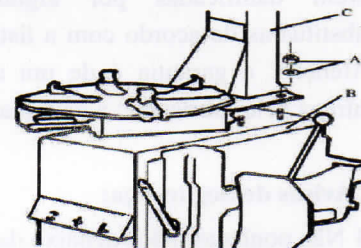

Fig 3
2. Desapertar a porca A sobre o corpo do armário B, como mostrado na Fig 3. Levantar a coluna C; monte-a no corpo da máquina B usando a porca A através do parafuso localizado no corpo da máquina B. Se a coluna ficar solta após um período de uso, aperte-os imediatamente. Caso contrário, poderá resultar em dano para o pneu.